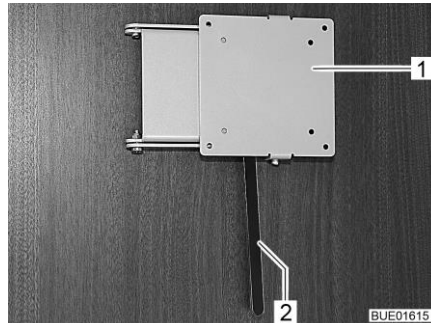

Bild 87 Halterung mit Entriegelungshebel
- Den Entriegelungshebel (Bild 87,2) zur Seite drücken und die Halterung (Bild 87,1) mit dem Flachbildschirm in die gewünschte Position drehen.
- Flachbildschirm zurückdrehen, bis die Halterung (Bild 87,1) in die Verriegelung einrastet.